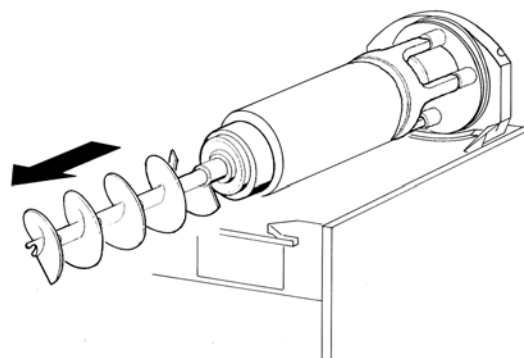

Bild 9
- 3** Zuerst die äußere (3) und dann die innere Schnecke (Bild 9) aus dem Verdampfer herausziehen.